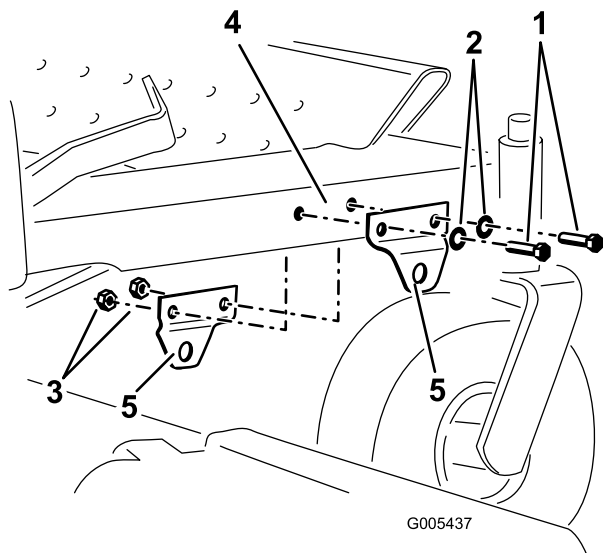

Bild 5
7. Montieren Sie die zwei kleineren Versatzhalterungen am Rahmen, siehe Bild 5. Ziehen Sie die